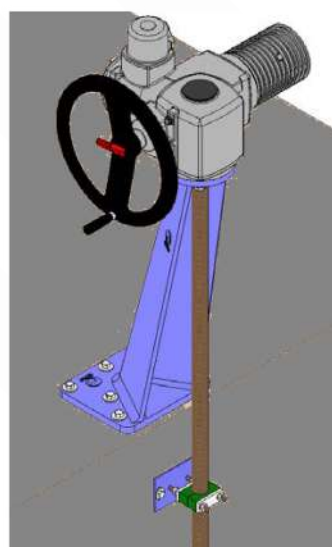

fig. 2
- Coluna inclinada sob pedido (fig. 2).